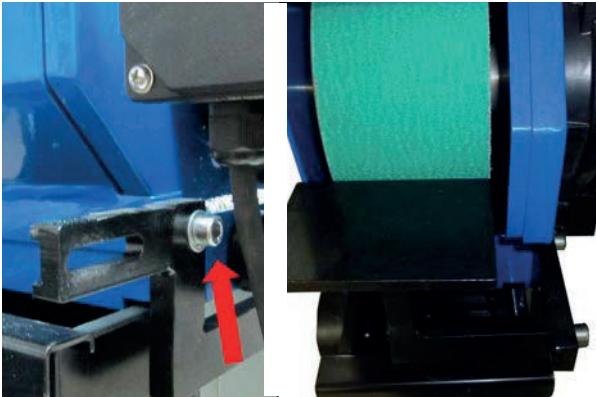

Fig. 6 : Réglage de la tablette de travail à l'arrière
2. Ouvrez le capot arrière. Pour ce faire, dévissez la vis Allen (Fig. 6, gauche, flèche) et rabattez le capot vers le haut.